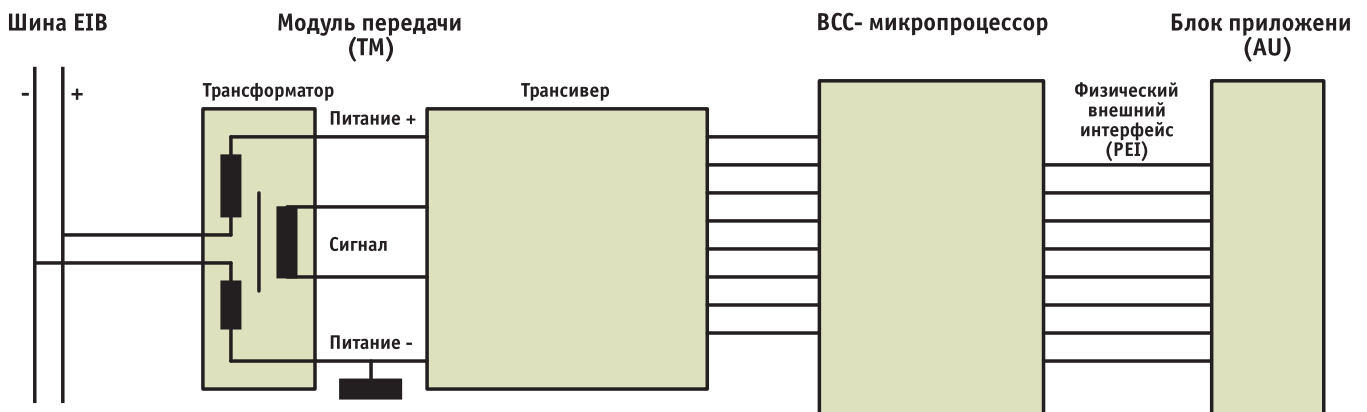

Рис. 5. Структурная схема BCU
Основой каждого шинного прибора является универсальный шинный контроллер Bus Coupling Unit (BCU) (рис. 4), который состоит из модуля передачи Transmission module (TM) для гальванической развязки от шины и собственного шинного соединительного контроллера Bus coupling controller (BCC, рис. 5).